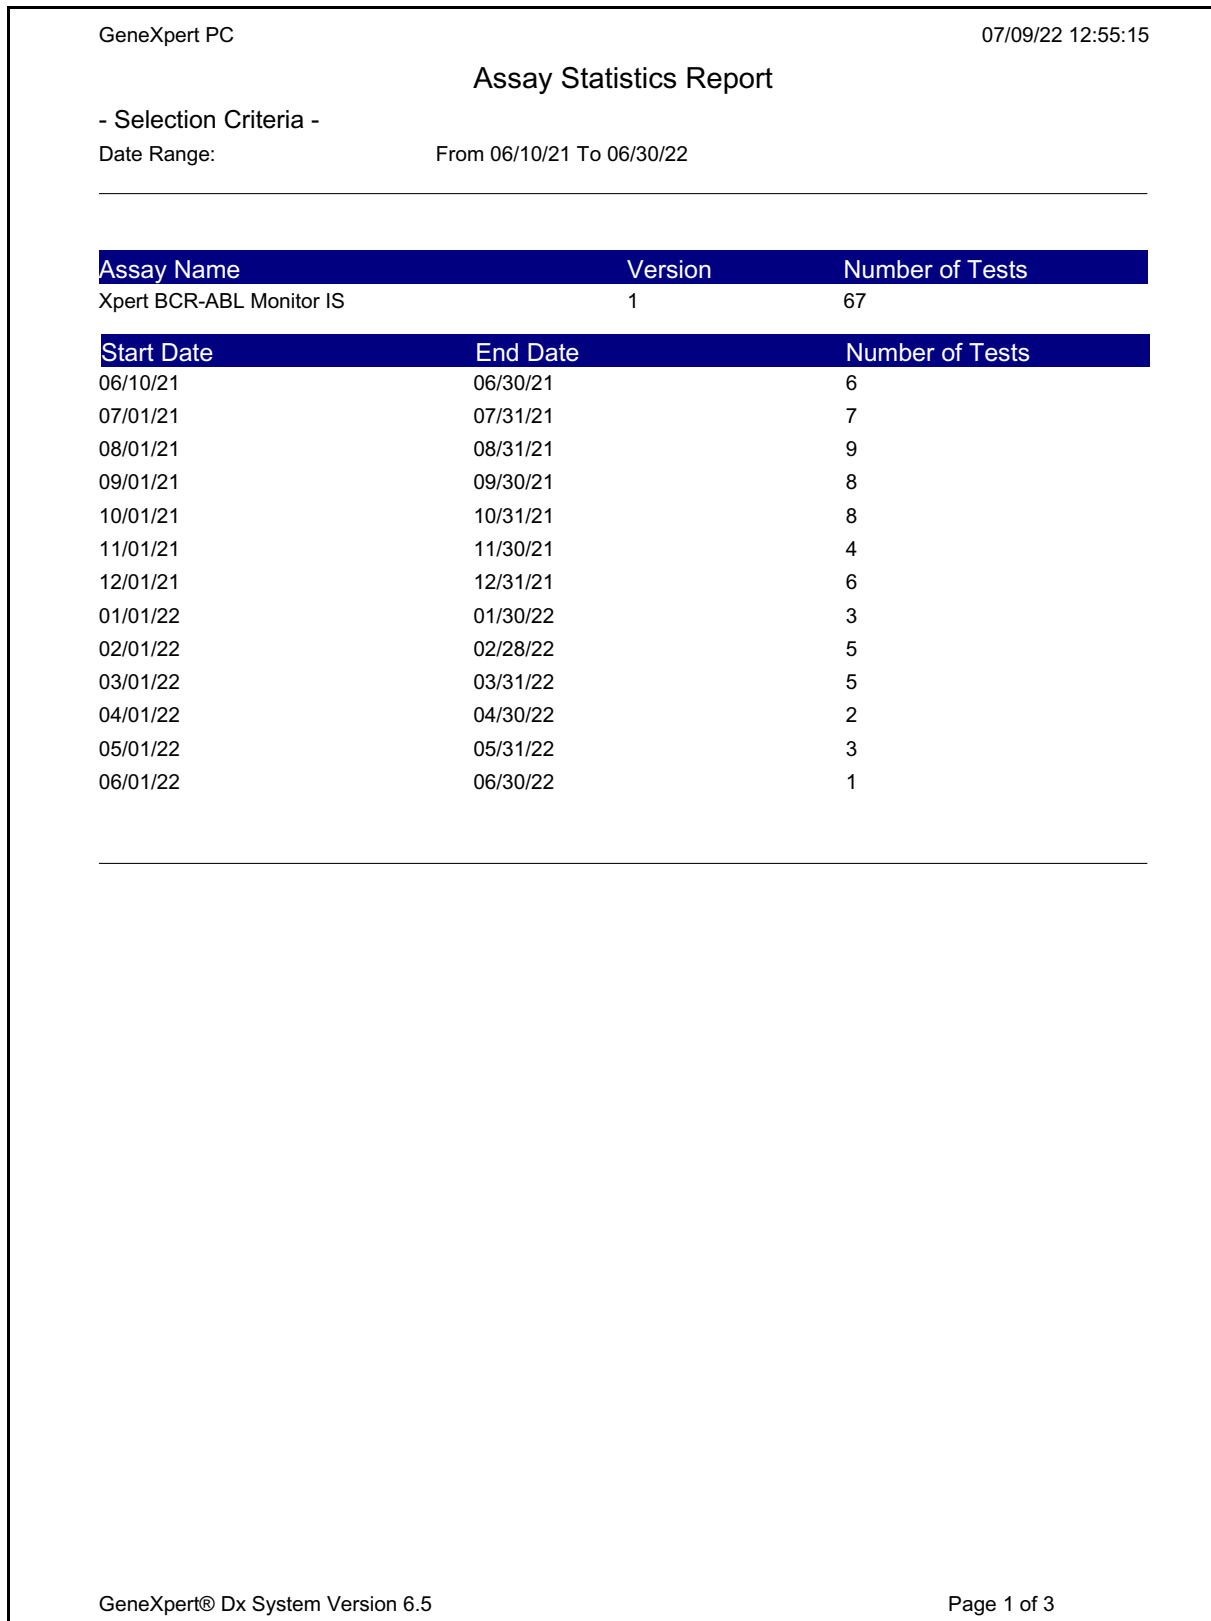

Figura 5-91. Exemplu de Raport referitor la statisticile analizei
- 2) Opțional, pentru a imprima raportul, deplasați-vă la locația salvată, deschideți raportul și imprimați-l. Se va imprima un raport similar celui prezentat în Figura 5-91.
- C. **Previzualizare PDF (Preview PDF)** - Creează un fișier PDF și afișează fișierul în fereastra Adobe Reader. Consultați Figura 5-91. Puteți salva și imprima fișierul PDF din software-ul Adobe Reader.
- **Previzualizare PDF (Preview PDF)** - Creează un fișier PDF și afișează fișierul în fereastra Adobe Reader. Consultați Figura 5-91. Puteți salva și imprima fișierul PDF din software-ul Adobe Reader.